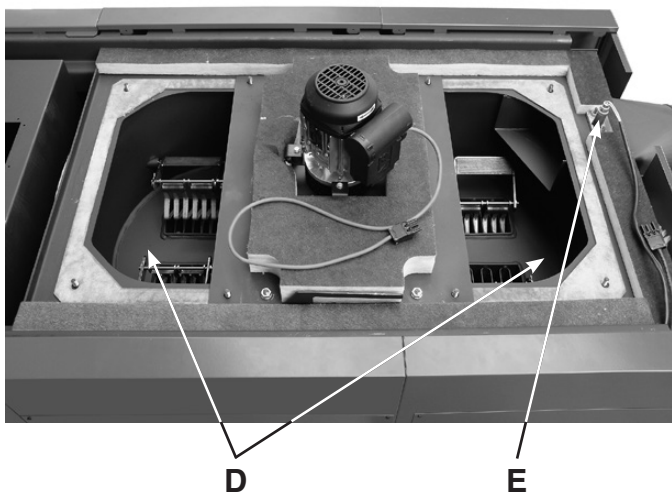

Fig. 21
2. Staccare la spina (A)
3. Allentare i dadi ad alette (B)
5. Rimuovere il coperchio del collettore fumi (C)
6. Aspirare la cenere (D, Fig. 21)